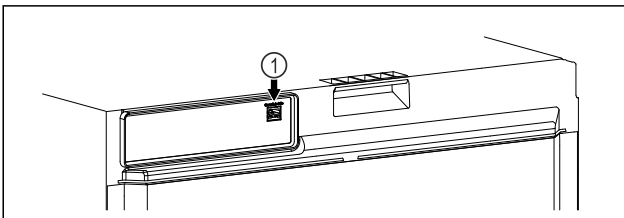

Fig. 112
- ❑ SmartModule Fig. 112 (1) ist eingesetzt.